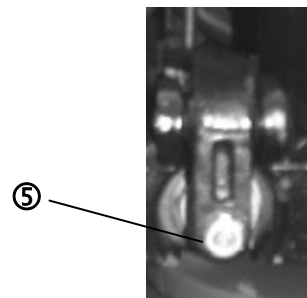

Abb. 2
Wenn der Fasslifter nicht entsprechend der gewählten Schaltposition reagiert, kann dies durch Nachjustierung der Stellschraube (5) korrigiert werden (siehe Abb. 2). Nach der Justierung sind alle 3 Schaltpositionen zu überprüfen.